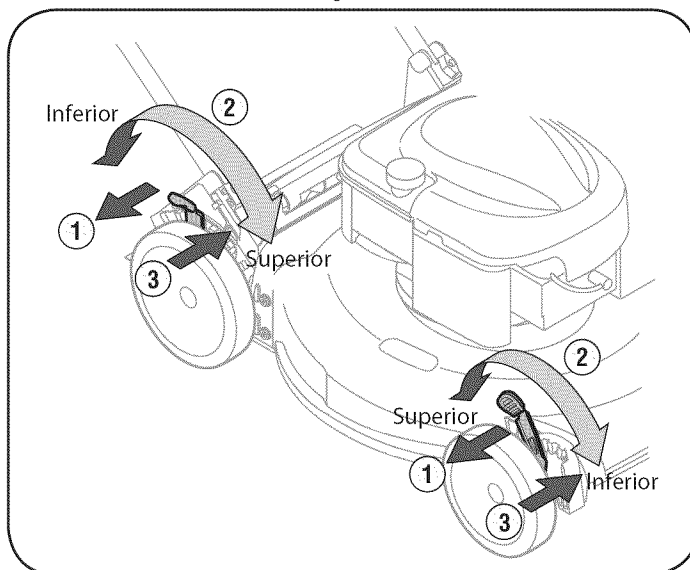

Figura 9
1. Presione la palanca hacia la rueda (unidad tenderá a caer cuando se suelta la palanca). Vea la figura 9.
2. Muévela a cualquier de las posiciones para la altura de corte deseado. Vea la figura 9.